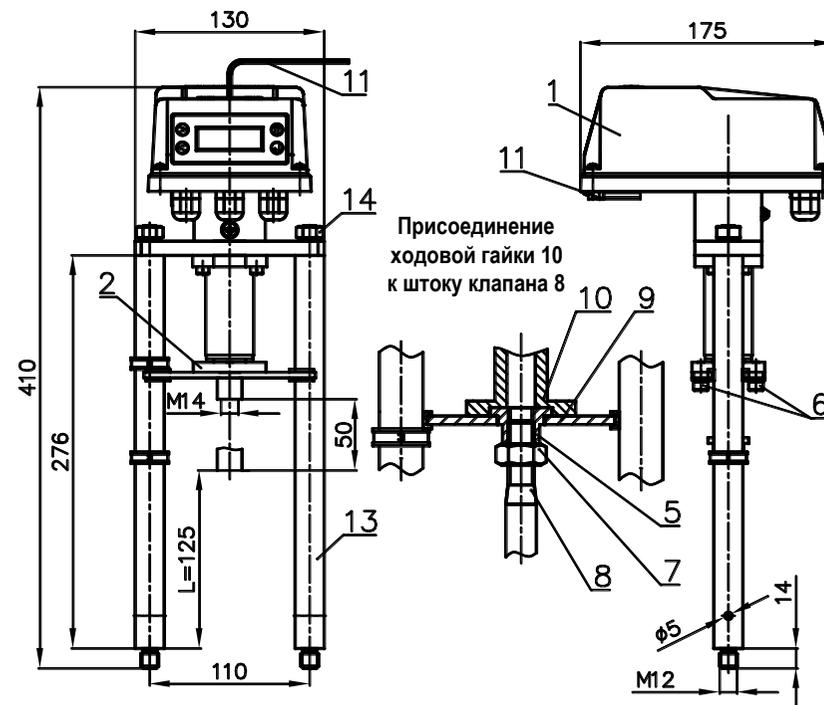

Рисунок 1 - ВЭП-221М
- электропривод (рисунок 1 – позиция 1);
- винтовая передача (рисунок 1 – позиция 2).